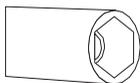

Figure 3
1. Veuillez utiliser une clé à tête spéciale pour retirer et installer le gicleur comme illustré dans. (figure 3)